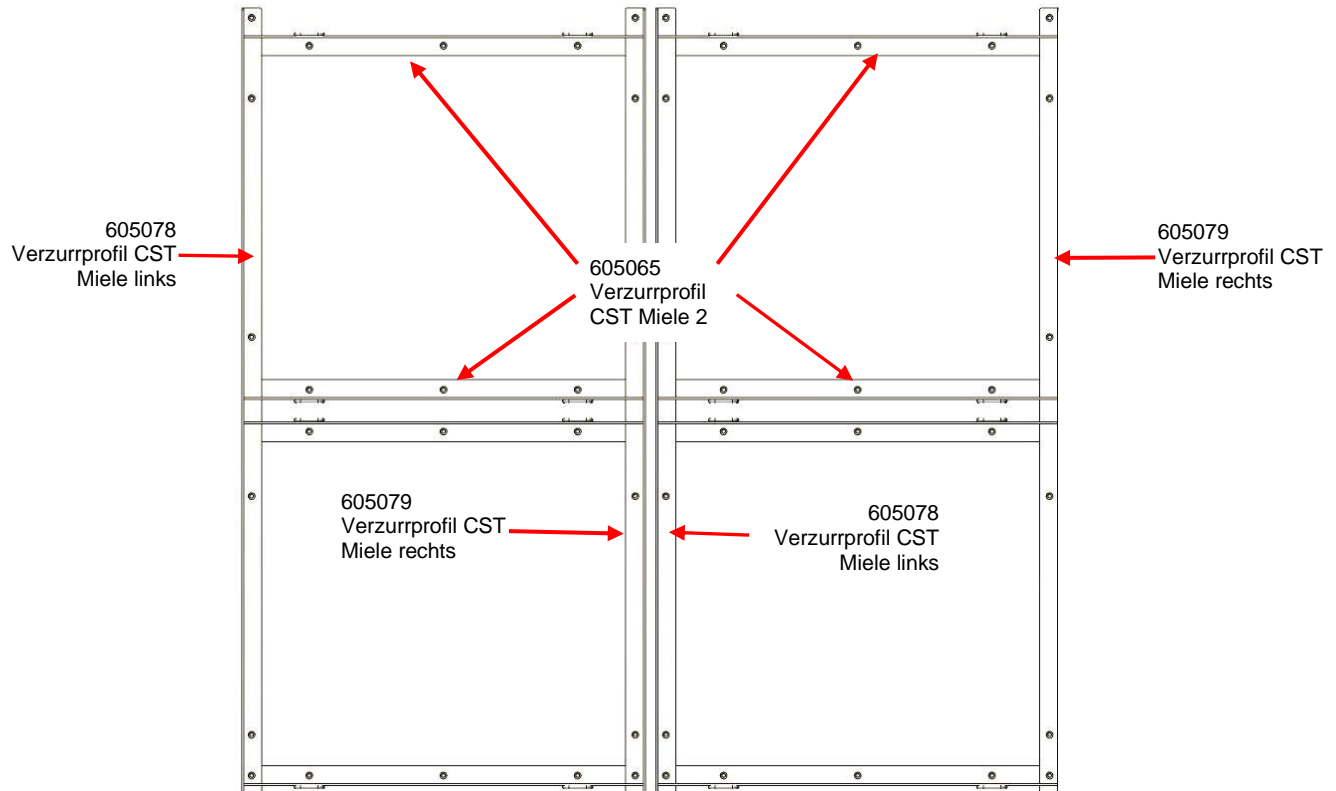

Abb. 7: Übersicht Verzurrprofile reiner Bereich
Sammeln Sie die während des Entladens der Kisten ausgebauten Verzurrprofile (Abb. 7:) an einem sauberen und trockenen Ort.
- ◆ Entfernen Sie die nächsten zwei Verzurrprofile Miele 2 (siehe Abb. 7:).